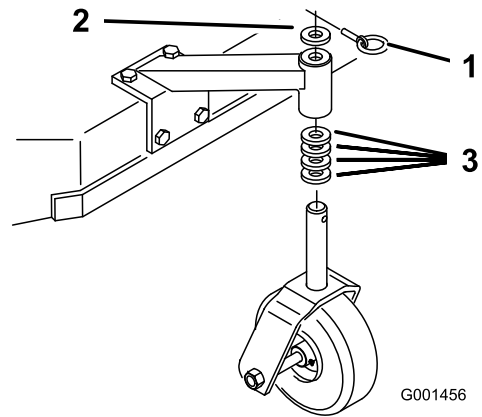

Figura 14
1. Usando la Tabla de alturas de corte, ajuste los espaciadores de las ruedas giratorias según el taladro de eje seleccionado (Figura 14).
2. Retire el pasador, retire la rueda giratoria del soporte y cambie los espaciadores (Figura 14).
3. Instale la rueda giratoria en el soporte e introduzca el pasador en v (Figura 14).